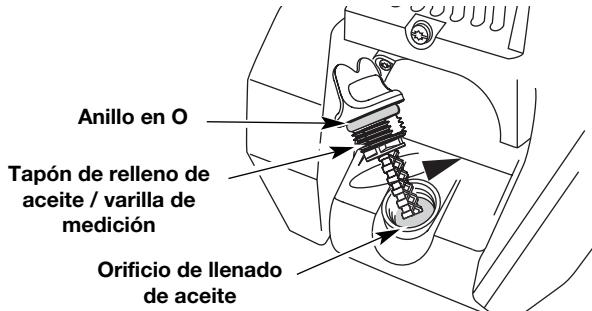

Fig. 20
6. Si el nivel está bajo, agregue una pequeña cantidad de aceite en el orificio de llenado de aceite y vuelva a medir (Fig. 20). Repita hasta que el nivel de aceite llegue hasta la parte superior de la varilla de medición.
NOTA: Verifique que el anillo en O esté en su lugar en el tapón de llenado de aceite / varilla de medición cuando mida y cambie el aceite (Fig. 20).